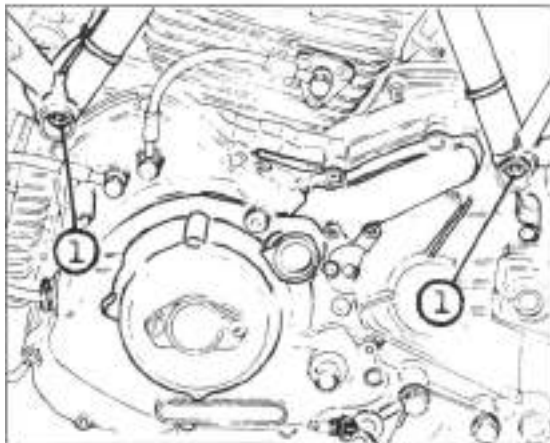

Bild 133
- Schraubverbindungen Rahmen/Motor (Bild 133) ausdrehen und Stangen herausziehen. Rahmen vom Motor abnehmen.